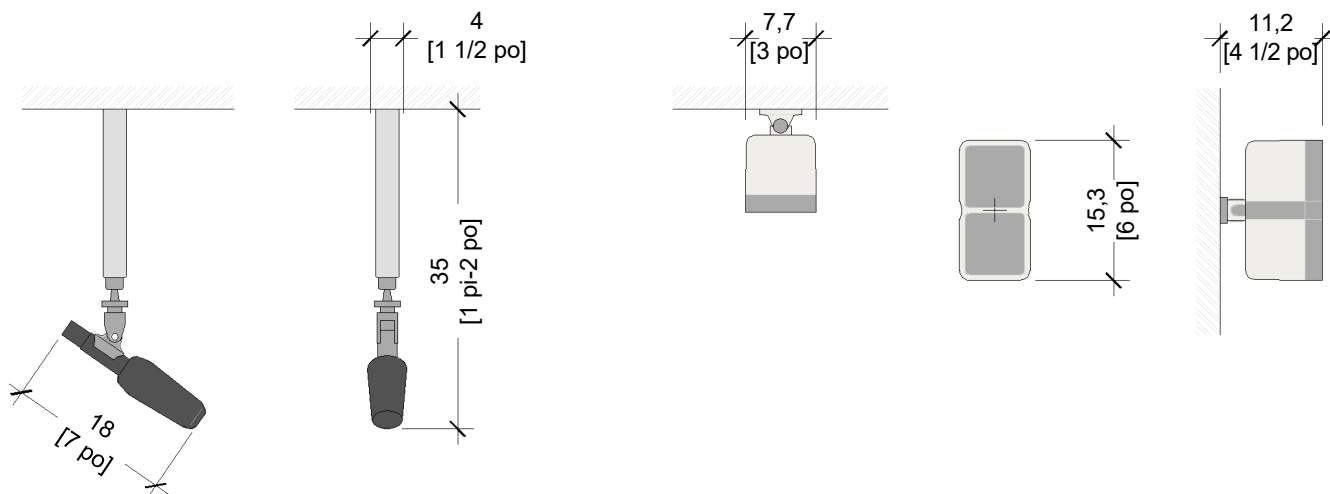

Figure 2-20 Micro et haut-parleur (vues en élévation de face et latérales)
- Le micro secondaire sera installé au faux plafond par Varian, généralement à proximité du moniteur fixé au plafond, à l'aide du montant avec la barre en T de 25 mm [1 po] (non illustré), voir Figure 2-20.